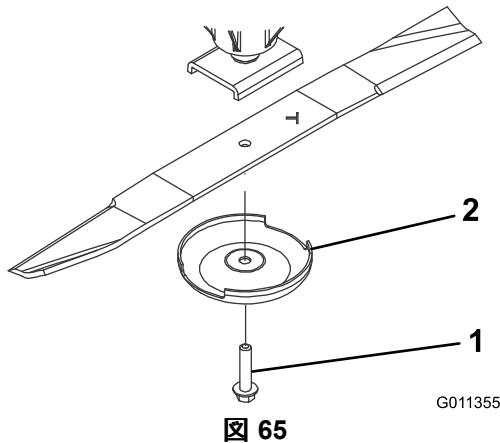

図 65 1. ブレードボルト 2. 芝削り防止カップ
2. ぼろきれや厚いパッドの入った手袋を使ってブレードの端部をしっかりと握る。スピンドルのシャフトからブレードボルト、芝削り防止カップ、ブレードを取り外す図 65。
3. ブレードを取り付ける時は、セール立ち上がりっている部分がカッティングデッキの天井を向くように取り付け、芝削り防止カップをつけてブレードボルトで固定する図 65。各ブレードボルトを  $115\,149\text{N}\cdot\text{m}$   $11.8\,15.2\text{kg}\cdot\text{m} = 85\,110\text{ft-lb}$  にトルク締めする。
ブレードの磨耗を放置すると、ブレードのセール部と平坦部との間に割れ目が発生する図 65。この割れ目が拡大すると、最終的にはブレードがちぎれてハウジングの下から飛び出し、これがオペレータや周囲の人間に重大な人身事故となる。